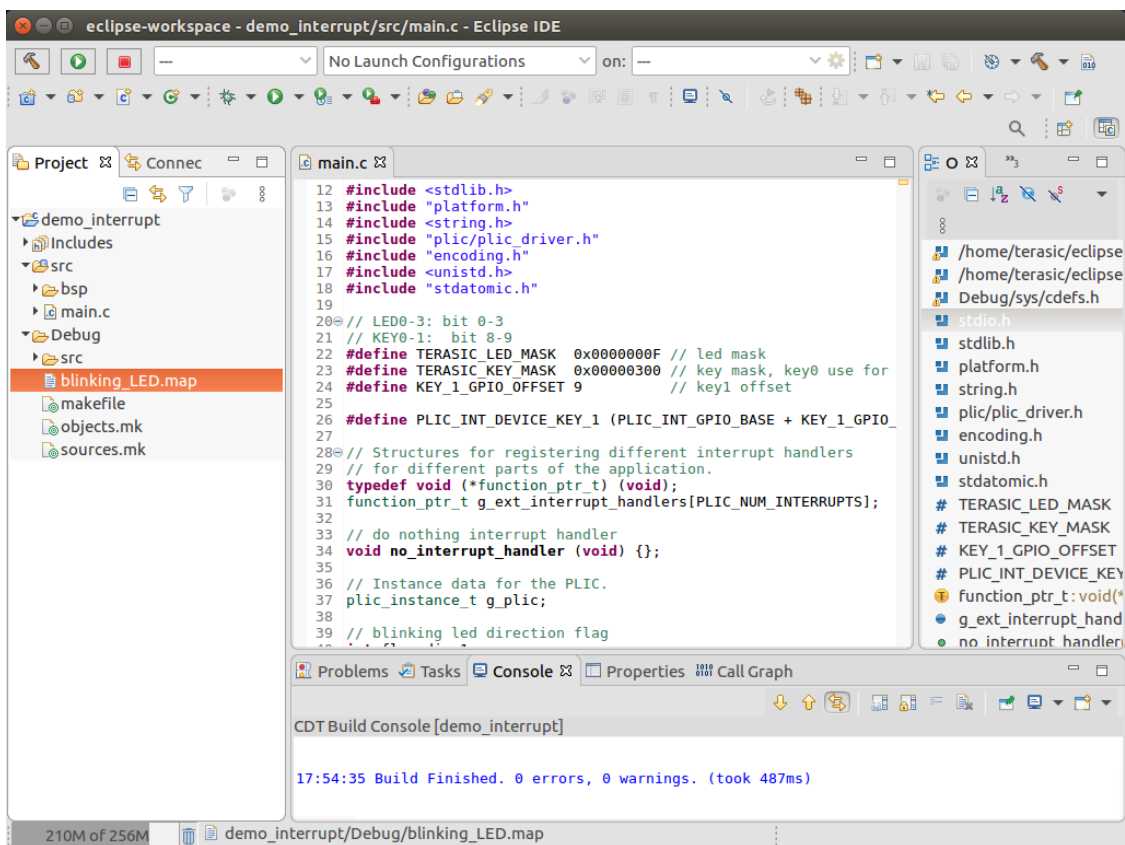

图4.2.13 删除 blinking\_LED.map 文件
2. 右键 Debug 下拉选项中的 "blinking\_LED.map"，点击 Delete，删除完成后如图 4.2.13 所示。